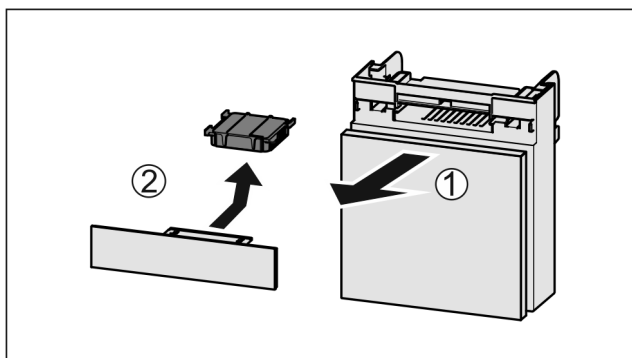

Fig. 43
- ▶ Extrageți Fig. 43 (1) compartimentul către înainte.
- ▶ Scoateți Fig. 43 (2) filtrul de cărbune activ.